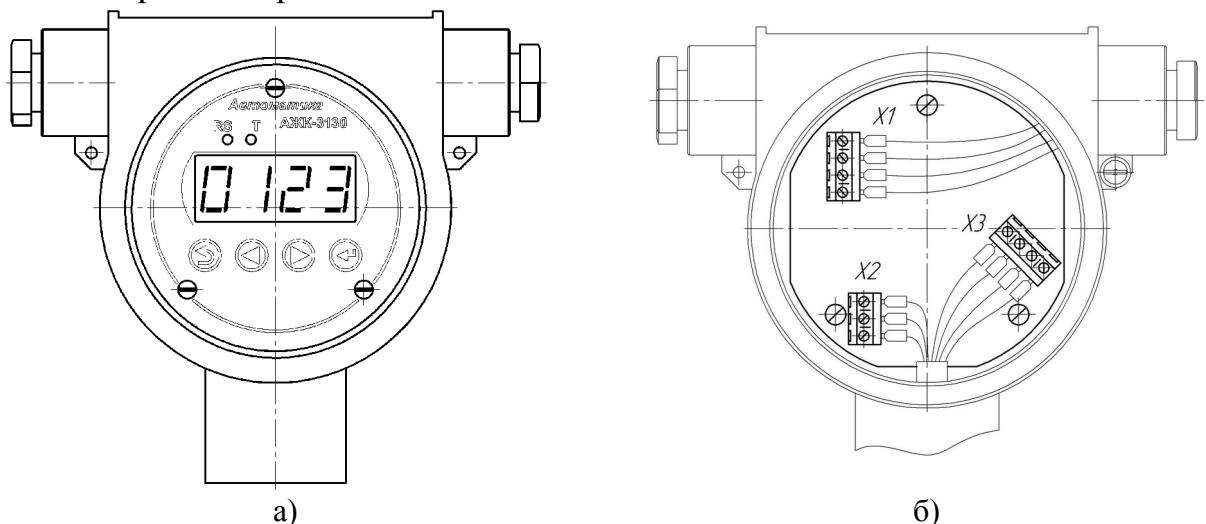

Рисунок 1 - Внешний вид ЭБ ПП в корпусе «И»: а) со стороны передней панели; б) со стороны задней панели со снятой крышкой
4.1.5 На передней панели ЭБ ПП (Рисунок 1) расположены: